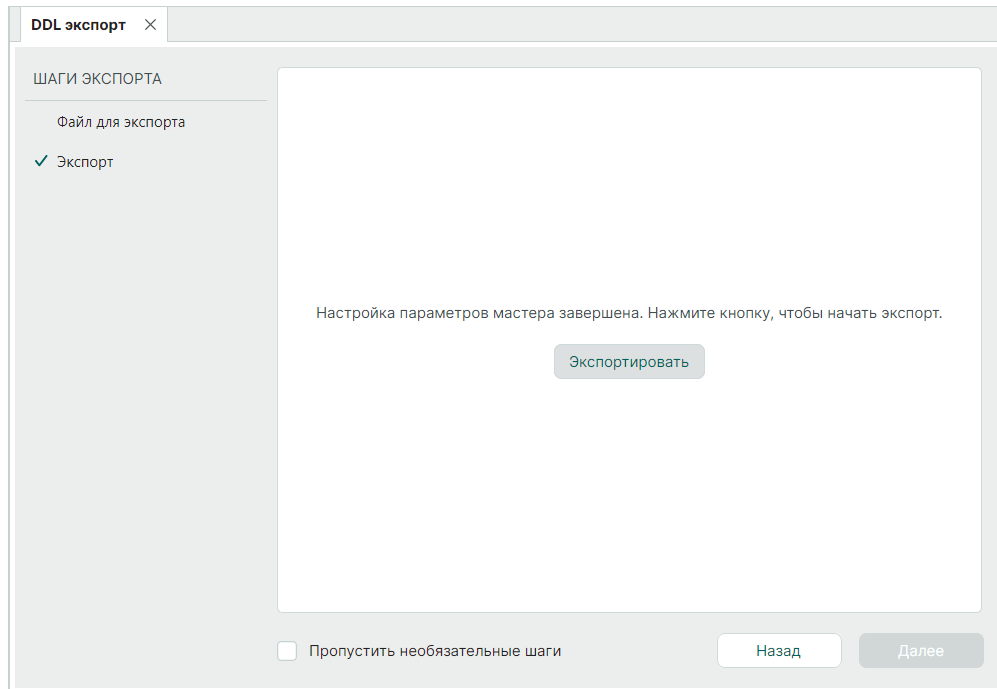

Рис. 33 Завершение подготовительных шагов к экспорту библиотеки
5. Отображается сообщение об окончании предварительной настройки параметров экспорта библиотеки, см. Рис. 33.